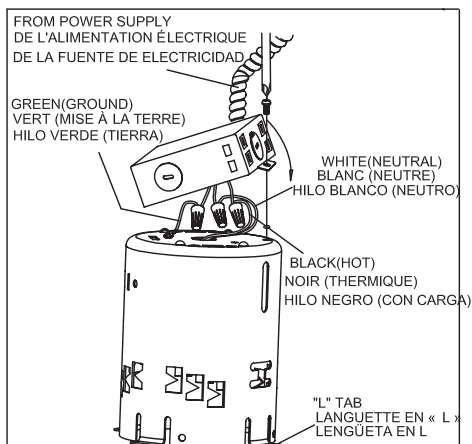

FIG.3
3. Jale las 18 pulg. (45,8 cm) adicionales de cableado eléctrico por el orificio hacia la habitación y haga las conexiones eléctricas a la caja (Fig. 3).
- b) Las barras para colgar pueden extenderse a cada lado de la caja hacia las vigas y, con un martillo, fíjelas en posición al nivel del techo (Fig. 7A). Vaya a la sección sobre Conexiones Eléctricas (Fig. 3).
1. Retire el tornillo de unión del empalme para separarlo de la caja. Pase el cableado de la fuente de abastecimiento eléctrico por el orificio del empalme. (Fig. 3)